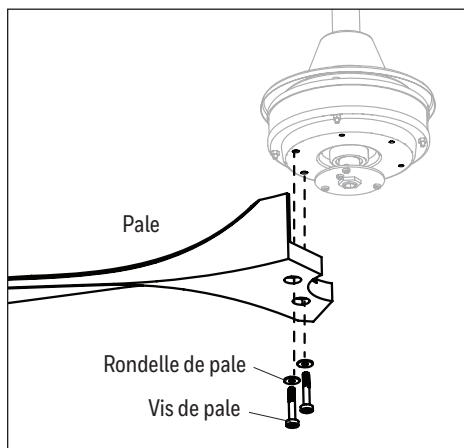

Figure 5.3
3. Alignez les trous de la pale sur les deux trous pour vis de pale sous l'ensemble moteur. Fixez la pale à l'aide de deux vis de pale et de deux rondelles de pale. Répétez cette étape pour les autres pales (Figure 5.3).